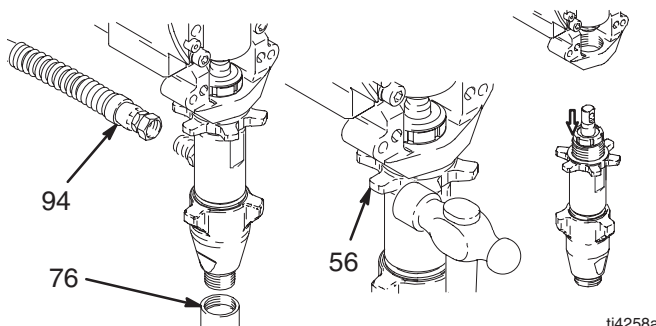

Fig. 9
5. Fig. 9. Retire el tubo de aspiración (76), la manguera (94) y todas las arandelas y juntas tóricas.
6. Afloje la contratuerca de la bomba (56). Desenrosque la bomba.
2. Instale el pasador de la bomba (44). Verifique que el muelle de retención (43) está en la ranura de la biela (85).
5. Fig. 9. Instale las arandelas, las juntas tóricas y el tubo de aspiración (76) y la manguera (94).